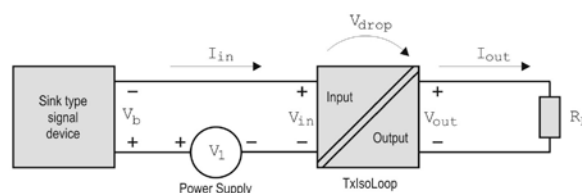

Fig. 2 – Conexiones en el TxIsoLoop-1
2. El dispositivo generador de señal de corriente es del tipo pasivo (*sink type / 2-wire*), donde la tensión eléctrica debe ser provista por una fuente insertada (en serie) en el circuito de corriente de entrada, como muestra la Fig. 2.